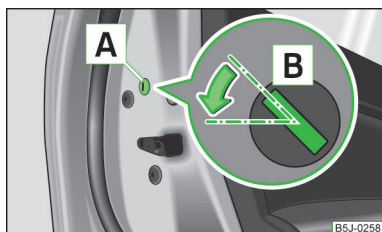

Abb. 158
- Die Blende **A** abbauen » Abb. 158.